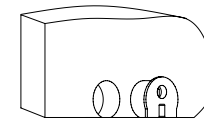

Рис.4
- Вставить головки рафиксов в соответствующие плоскостные отверстия крышки 1, полки 9 (Рис. 4).